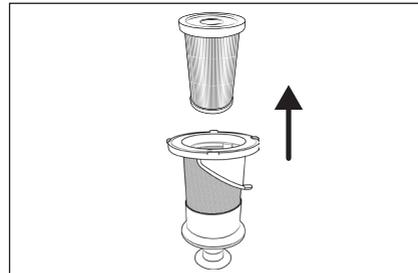

Fig. 19
- 4) Retirez le filtre HEPA **5** du filtre en acier inoxydable **6**, en saisissant l'ouverture du filtre HEPA **5** et en le sortant du filtre en acier inoxydable **6** (voir fig. 19).